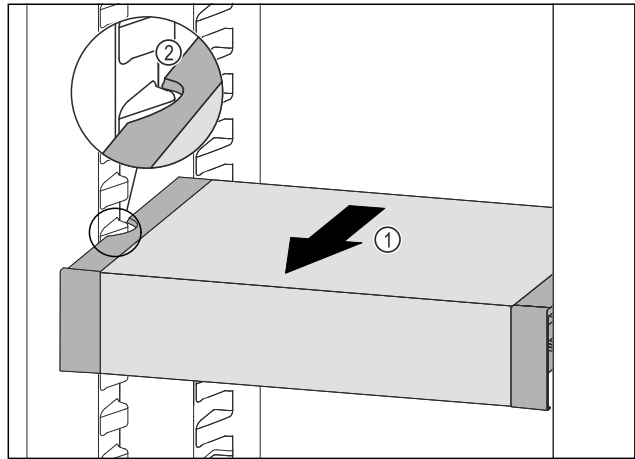

Fig. 166
- VarioSafe nach vorne ziehen Fig. 166 (1), bis sich die seitlichen Aussparungen des VarioSafes auf Höhe der Behälterrippe im Kühlteil befinden. Fig. 166 (2)